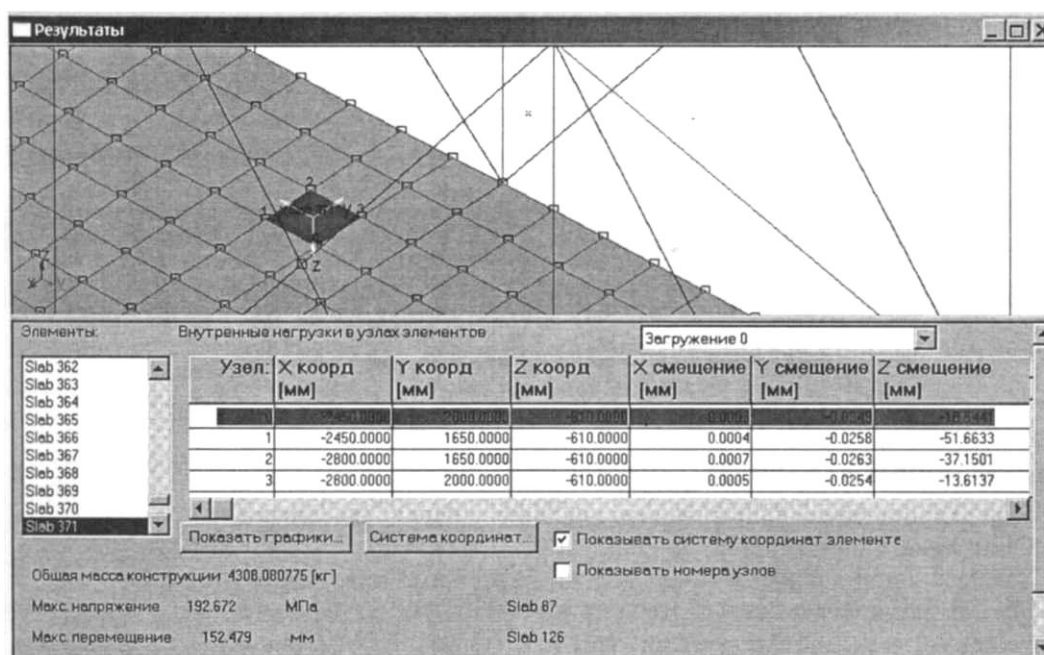

Рисунок 24 – Результаты расчета внутренних силовых факторов
2. Просмотр результатов расчета внутренних силовых факторов в узлах пластинчатых элементов. Для просмотра внутренних нагрузок в узла пластин выбираем в меню **Результаты** пункт **Нагрузки**. Затем в открывшемся диалоговом окне **Результаты** (рисунок 24) указывает тот элемент, результаты расчета которого необходимо просмотреть.